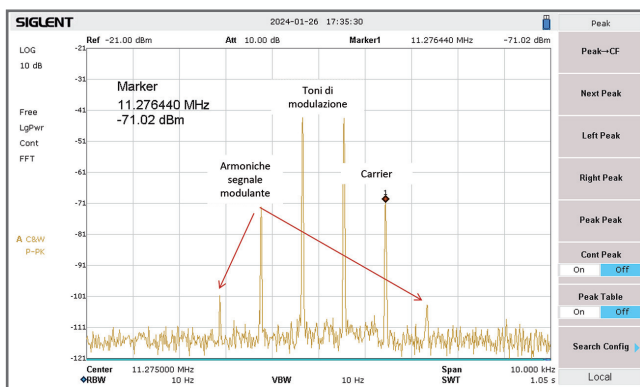

Fig 14 - TP2 – Segnale amplificato dalla IF
- Fig 14 - TP2: Segnale amplificato dalla IF, il livello di soppressione della portante risulta inferiore per la compressione dei due toni dovuta all'amplificazione della IF, si notano i prodotti di intermodulazione che sono circa 30 dB sotto il segnale utile;